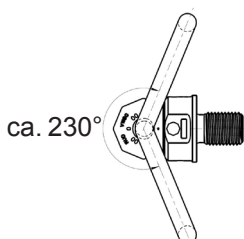

Abb. 1: Schwenkbereich
- Die Ringlasche von manuell ausgerichteten VWBG kann um ca. 230° geschwenkt werden (Abb. 1).